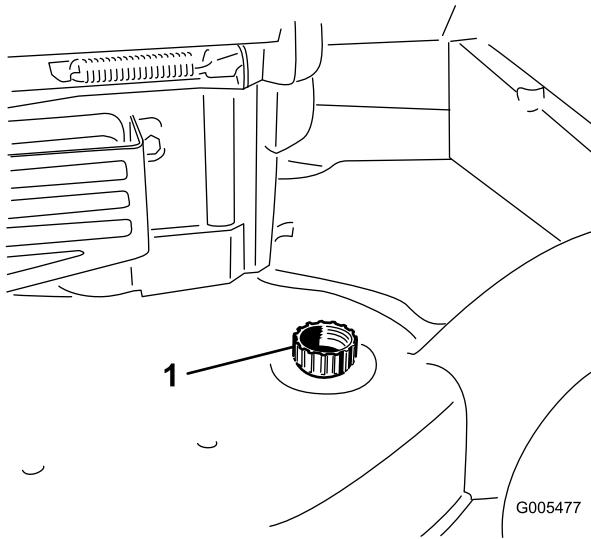

Figure 40
3. Branchez un tuyau d'arrosage relié à l'alimentation en eau au raccord de lavage du carter du plateau de coupe (Figure 40).